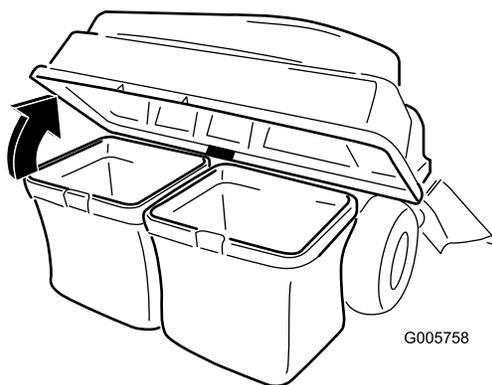

Figure 24
3. Ouvrez (soulevez) le couvercle du collecteur (Figure 24).